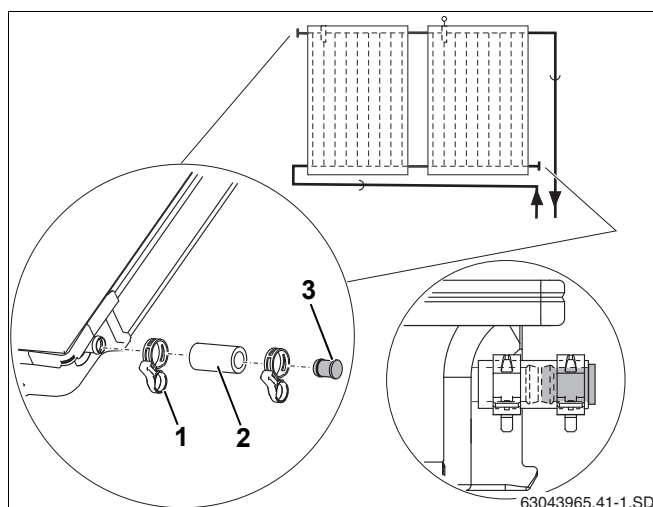

Рис. 43 Установка заглушек и пружинных хомутов
- ▶ Надеть шланги 55 мм (рис. 43, поз. 2) с предварительно установленными на них заглушками на оба свободных штуцера поля коллекторов.